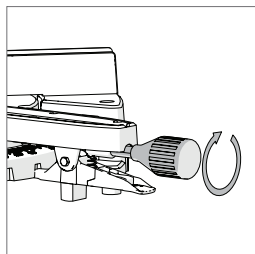

Fig. 30
- Rilasciare l'impugnatura di arresto dell'angolo obliquo (**Fig. 30**) ruotandola in senso orario.